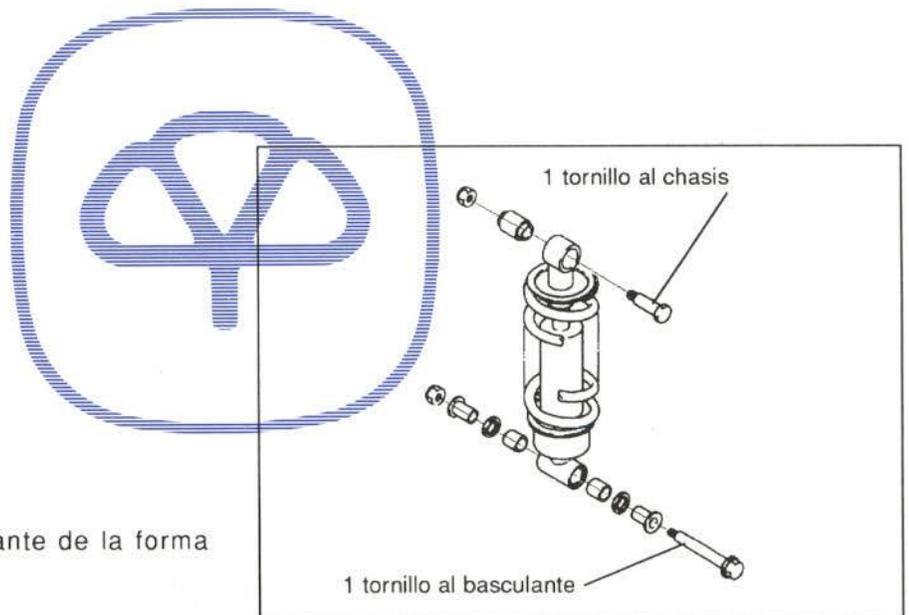

Figura 32.- Fijación del amortiguador
Va unido al chasis y al basculante de la forma indicada en la figura 32.
- Amortiguador trasero (figura 32)